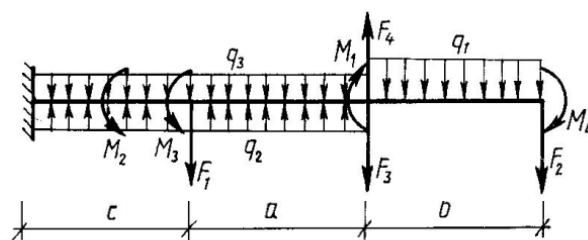

Рис. 2
2. Для консольной балки (рис. 2) построить эпюры поперечных сил (Q) и изгибающих моментов ($M_{изг}$). Подобрать номер двутавра из условия прочности по максимальному изгибающему моменту, принимая допускаемые напряжения $[\sigma] = 100$ МПа.